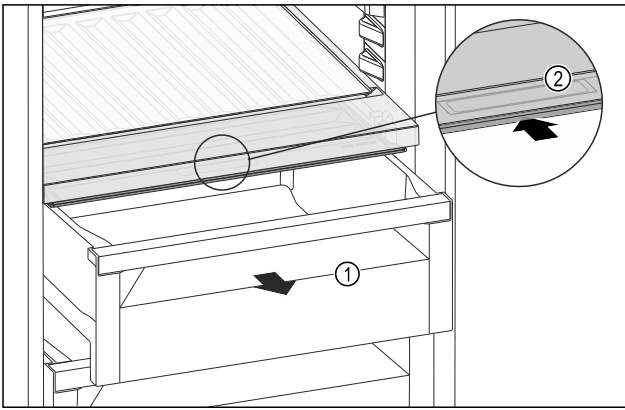

Fig. 96
- ▶ Schubfach Fig. 96 (1) herausziehen.
- ▶ Griffmulde Fig. 96 (2) am Fachdeckel anfassend und Fachdeckel gleichzeitig nach hinten schieben.